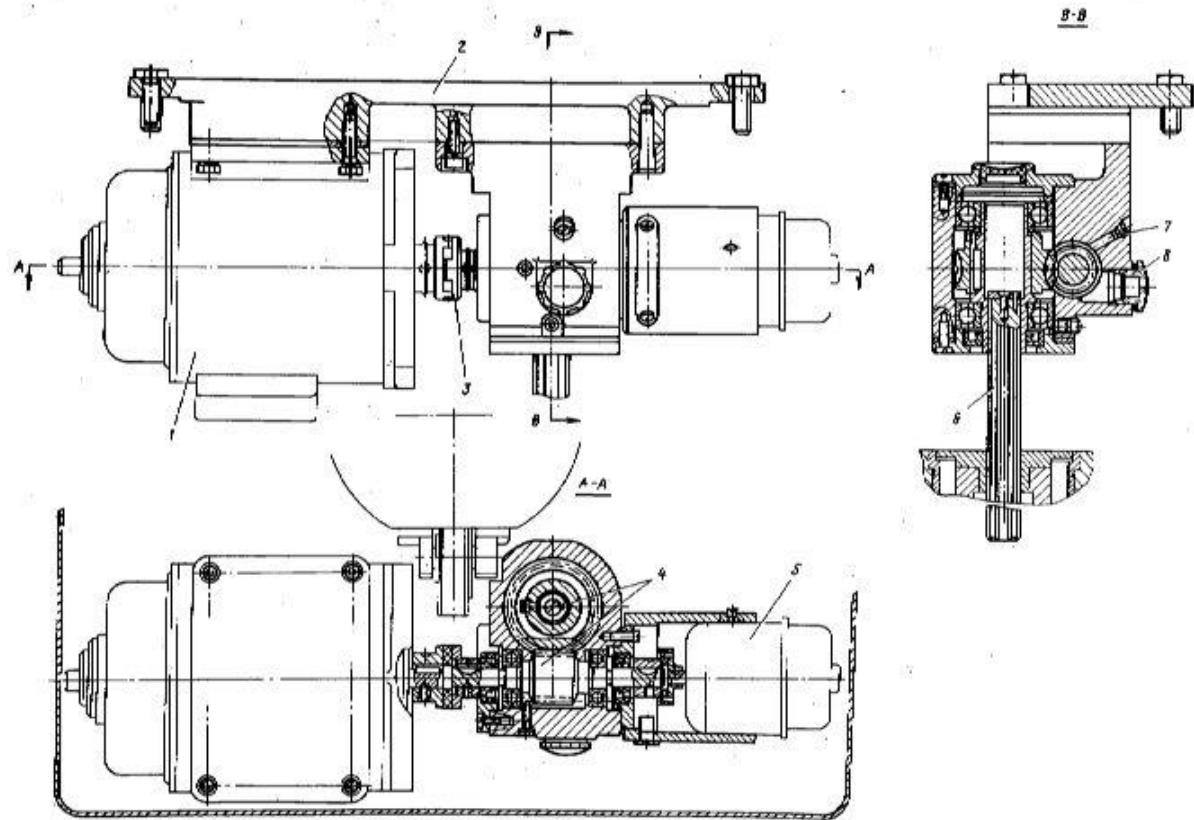

Рис.21. Привод подачи гильзы расточного винделля
В шпиндельной коробке расположен механизм привода подачи гильз (рис.21).
Привод подачи гильзы осуществляется от электродвигателя I (рис.21) постоянного тока с широким диапазоном регулирования. Электродвигатель, одноступенчатый червячный редуктор 4, тахогенератор 5, смонтированы на общей плате 2 и соединены полумуфтами 3. Вращение от электродвигателя через червячную передачу попадает на планетарный вал 6, а с него на планетарный втулку 35 (рис.20) в шпиндельной коробке.
7. Для заливки смазки в редуктор привода перемещения гильзы необходимо снять верхнюю кожух блока направляющих, вывернуть пробку 7 (см.рис.21) и через отверстие залить масло. Контроль - по маслосу工作者и B.